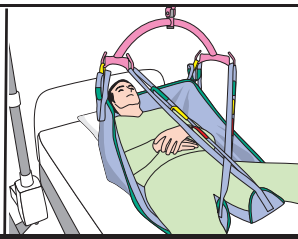

Figura 22
- Utilice el mando a distancia para elevar al paciente. El paciente suspendido del sling debe permanecer siempre en el centro de gravedad. Aleje la grúa de la cama (véase la figura 22).